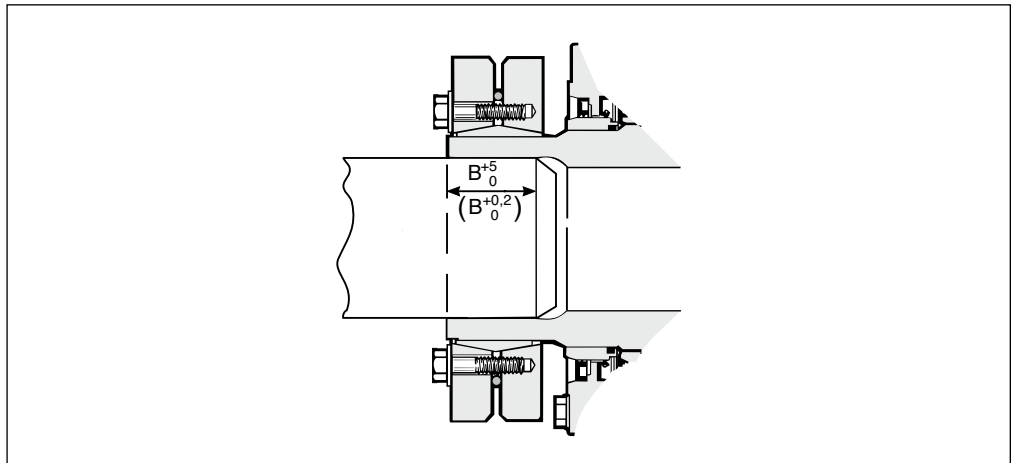
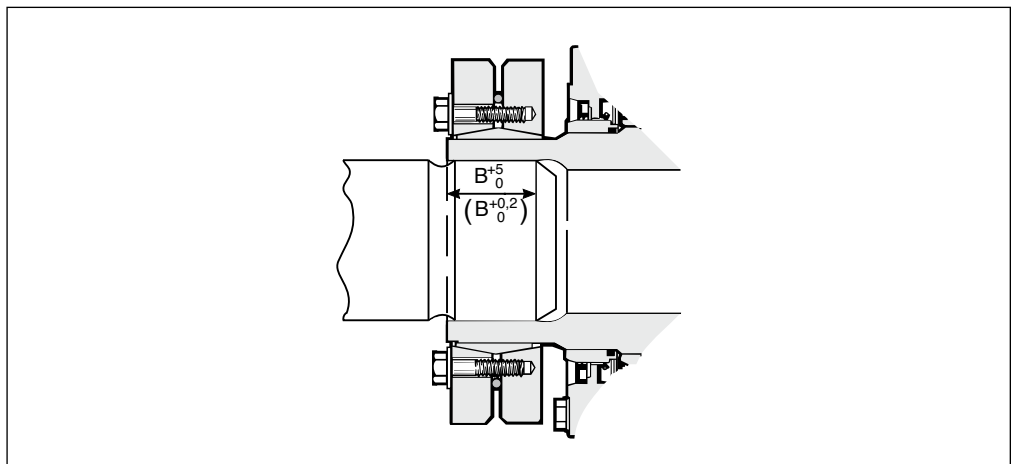

Fig. 10: Ranura de alivio sin tensión
Fig. 11: Ranura de alivio con tensión
El motor se puede montar sobre un eje accionado con o sin una herramienta de montaje, pero se recomienda el uso de una de estas ya que facilita el trabajo. Es importante llegar a la longitud de fijación correcta entre el eje accionado y el eje hueco del motor. Asegúrese de que se use la longitud de fijación completa, por ejemplo, mediante la medición y el marcado del eje accionado. Esto tiene una importancia especial si el trabajo es tan intenso que se hizo una ranura de alivio de tensión en el eje accionado. Consulte la Fig. 10: *Ranura de alivio sin tensión*, Fig. 11: *Ranura de alivio con tensión*, y Tabla 8:
- Gire la tuerca en la herramienta de montaje para tirar del motor sobre el eje, hasta que se obtenga la longitud establecida en la Tabla 8; consulte la Fig. 10: *Ranura de alivio sin tensión* y Fig. 11: *Ranura de alivio con tensión*.